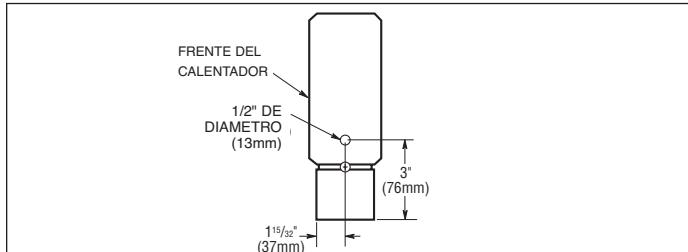

Figura 9. Forma de Taladrar la Tapa del Extremo.
- Los cables que conectan el suministro eléctrico se pueden tender de un calentador al otro. Para realizarlo, se debe taladrar un agujero de 1/2 pulgada de diámetro (13mm) en las tapas de los extremos de los calentadores que se van a colocar juntos. Estudie la Figura 9. Para evitar la posibilidad de que se dañe el cableado interno, todos los agujeros de las tapas de los extremos se deberán hacer cuando éstas están afuera del calentador.